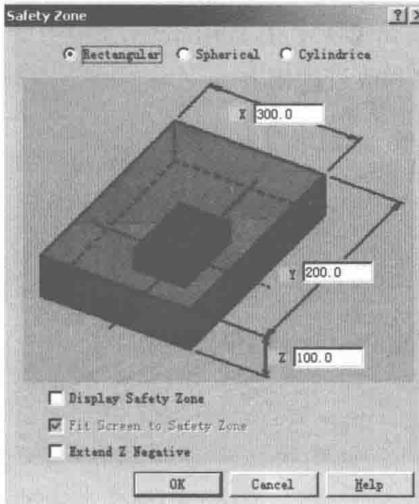
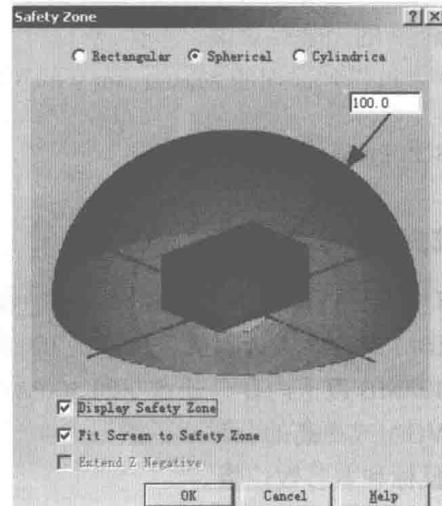

图 1-30
图 1-31
(7) 在 Job Setup (工件设置) 对话框的右上角增加 Safety zone (安全区域), 有三种选项: 矩形、球体、圆柱体。如图 1-30 所示为矩形安全区域设置。如图 1-31 所示为球体安全区域设置。